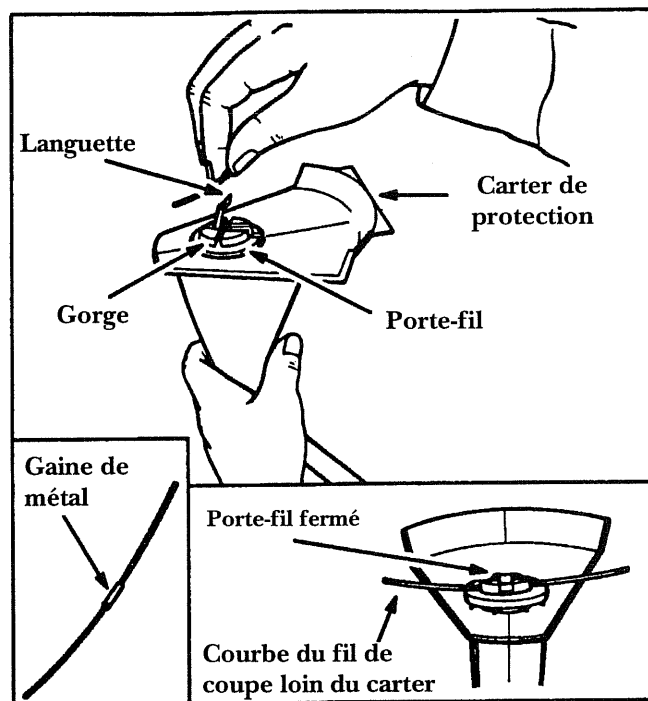

Figure 1
1. Disposer l'outil suivant la figure 1.
2. Relever la languette du porte-fil. Figure 1.
NOTE: Si (en étape 3) vous installez un fil de coupe courbé, assurez-vous bien que la courbe soit dirigée dans la direction opposée à celle du carter de protection. Figure 1 (cadre en bas à droite). Si le fil est en contact avec le carter lorsque l'appareil est en marche, arrêtez le moteur et réinstallez le fil de coupe de façon à ce qu'elle ne touche plus l'appareil.
3. Placer la gaine de métal (figure 1, cadre en bas à gauche) dans la gorge du porte-fil.
4. Abaisser la languette en position fermée. Fig. 1 (cadre en bas à droite).